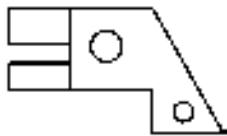
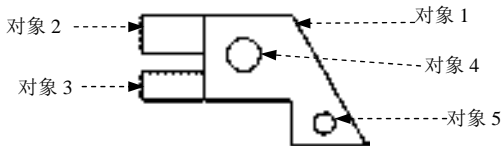
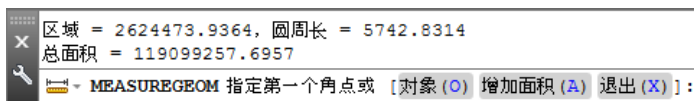

图 14.2.4 计算面积
图 14.2.5 操作过程
图 14.2.6 命令行提示
Step1. 打开文件 D:\AutoCAD2016.1\work\ch14.02\area3.dwg，如图 14.2.4 所示，要计算的面积是图 14.2.5 中的阴影部分。
Step5. 系统命令行提示(“加”模式)选择对象: 在此提示下分别选取对象 1、对象 2 和对象 3 (图 14.2.5); 按 Enter 键, 退出“加”模式。
Step8. 系统命令行提示(“减”模式)选择对象: 选取对象 4 和对象 5 (图 14.2.5); 按 Enter 键结束。系统命令行显示图 14.2.6 所示的提示信息, 该总面积就是要计算的总面积。